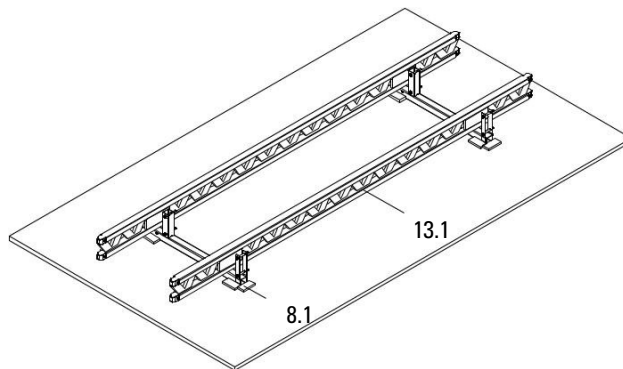

Fig. A2.05
2. Поставете трегерите (13.1) и ги фиксирайте, вижте А1. (Fig. A2.05)